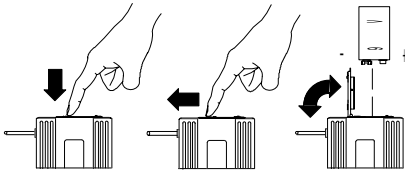

FIGURE 4. INSTALLATION DE LA PILE
2. **T1, T1G, T11** : appuyer sur le côté OPEN (ouvrir) du couvercle du compartiment de pile, le repousser et le basculer pour l'ouvrir, comme illustré à la figure 4.